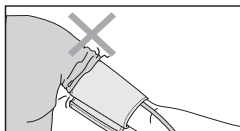

Рис.12
7. Если Вы завернете рукав одежды и при этом сдавите руку, препятствуя току крови, показания прибора могут не соответствовать Вашему артериальному давлению (рис.12).